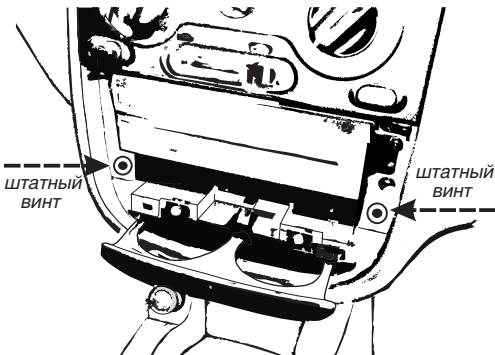

Рис. 3.8
2. Выкрутите штатные винты крепления перчаточного ящика, винты расположены по бокам от ящика, рис. 3.8.